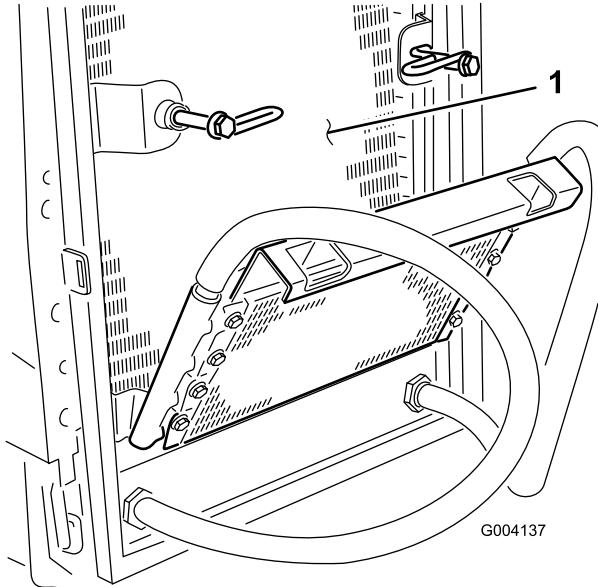

Figura 65
6. Pulite accuratamente entrambi i lati del radiatore dell'olio e del radiatore utilizzando aria compressa (Figura 65).